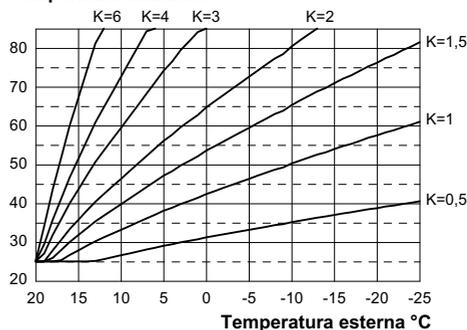
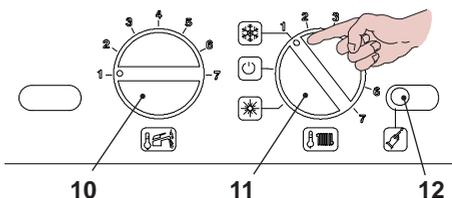

Fig. 5.35
Fig. 5.36
Il coefficiente K è un parametro che innalza o abbassa la temperatura di mandata caldaia al variare della temperatura esterna. Quando si installa la sonda esterna bisogna impostare questo parametro in base al rendimento dell'impianto di riscaldamento per ottimizzare la temperatura di mandata (Fig. 5.35).
Es. Per avere una temperatura di mandata all'impianto di riscaldamento di 60°C con una esterna di -5°C si deve settare un K di 1,5 (linea tratteggiata in Fig. 5.35).
in Fig. 5.36 .
- Per settare il coefficiente K, determinato dalla Fig. 5.35 bisogna entrare in programmazione premendo per 15 secondi il pulsante di ripristino 12 , in Fig. 5.36 fino alla comparsa del parametro **P01** sul display LCD; sul display LCD compare la seguente visualizzazione (la sequenza **P01** si alterna a ---).
- Premere il pulsante di ripristino 12 , in Fig. 5.36 , per lo scorrimento dei vari parametri sino al raggiungimento del parametro **P15** valido per il settaggio del coefficiente K; sul display LCD compare a seguente visualizzazione (la sequenza **P15** si alterna a **00**).
- Impostare il valore ruotando la manopola in Fig. 5.36 da un minimo di **30** (la sequenza **P15** si alterna **30**)
ad un massimo di **255** in base alla curva scelta del coefficiente K in Fig. 5.35 .